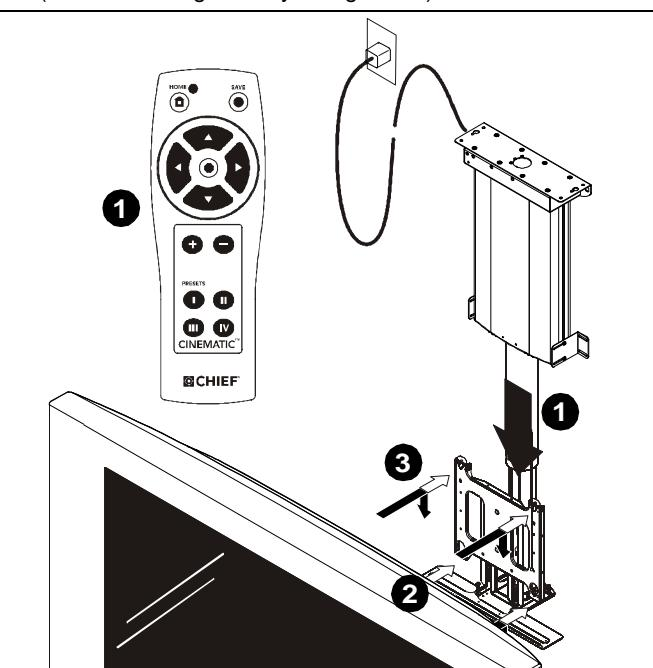
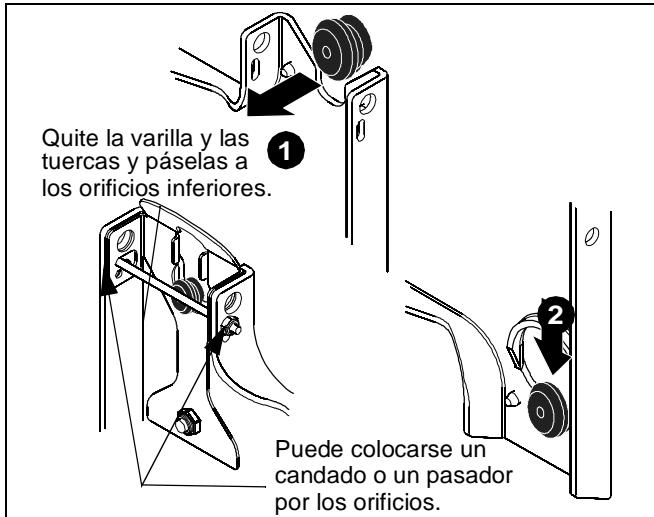

Figura 18
Figura 19
2. Sosteniendo el televisor de ambos lados, alinee los cuatro pernos de montaje del televisor o de la placa de conexión con los cuatro orificios de montaje de la placa frontal. (Consulte la Figura 18 y la Figura 19).
3. Baje el televisor para colocarlo en su lugar. Oirá un clic que le indicará que el área hendida de los pernos de montaje encajó correctamente en la parte inferior de los orificios de montaje y que el mecanismo de bloqueo ha enganchado. (Consulte la Figura 18 y la Figura 19).
**NOTA:** La placa frontal cuenta con orificios para utilizar un candado o un dispositivo de bloqueo similar si el usuario lo desea. Asimismo, la varilla y las tuercas pueden pasarse de los orificios superiores a los inferiores a fin de utilizarlos como dispositivo de bloqueo más permanente. (Consulte la Figura 19).